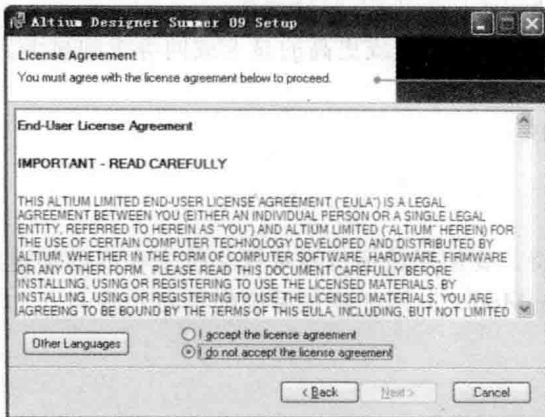

图 1-3 License Agreement 窗口
(3) 单击安装向导欢迎窗口的“Next”按钮,显示如图 1-3 所示的 License Agreement 窗口。